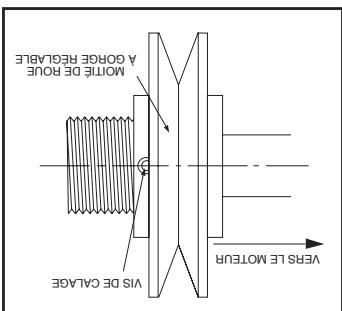

Figure 14.2 – Réglage de la gorge du moteur
3. Desserrez la vis de calage sur l'extérieur de la roue à gorge du moteur (Figure 14.2).